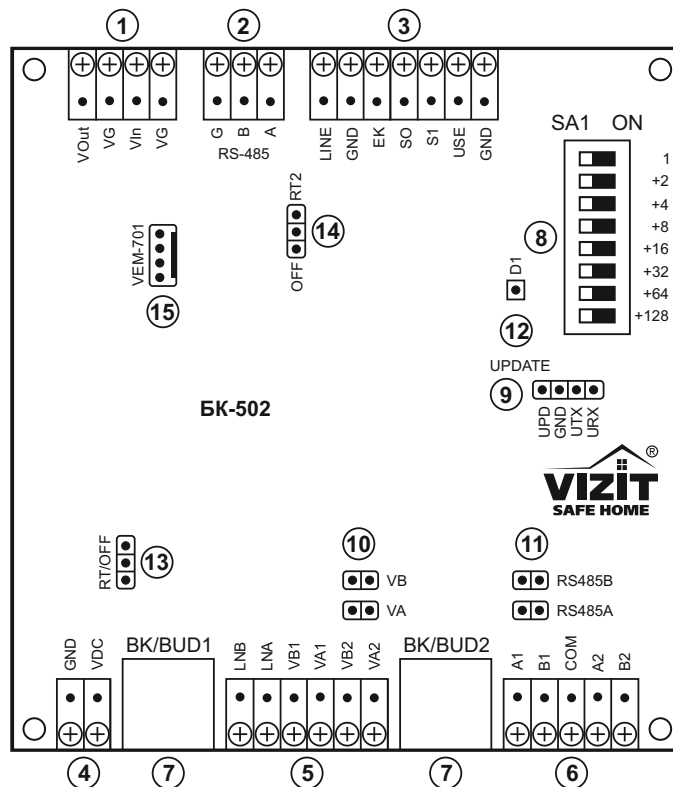

Рисунок 4 - Расположение клемм и переключателей блока БК-502
1. На переключателе **SA1** платы (см. рис. 4) установить номер блока коммутации (условный адрес), по которому он будет работать в системе. Адрес должен находиться в диапазоне номеров 1...32, и задается установкой соответствующих разрядов переключателя **SA1** в положение **ON**. Например, для установки адреса 14 необходимо установить в положение **ON** разряды "2", "4", "8" (2+4+8=14). Остальные разряды должны оставаться в положении **OFF**.